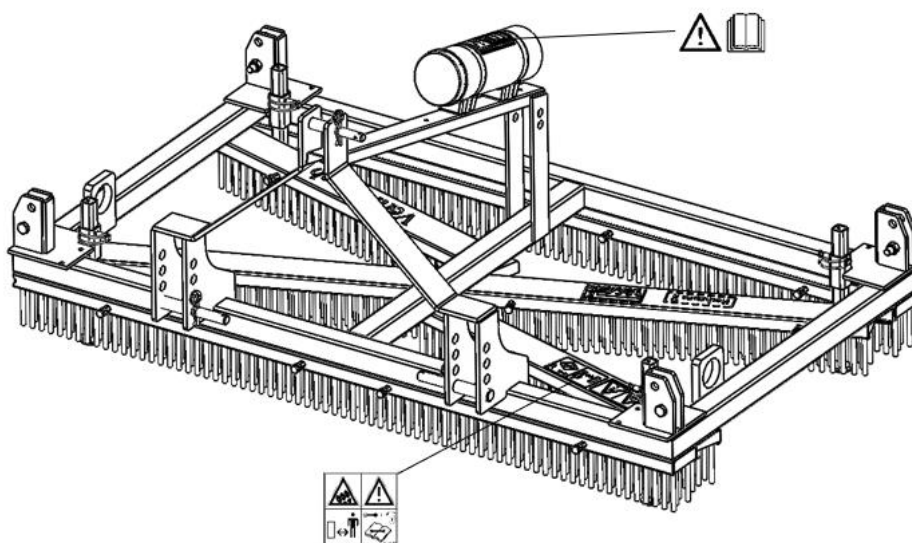

Abb. 5
Beidseitig der Verti-Comb (Abb. 5) befinden sich Sicherheitsaufkleber (Abb. 2, 3, 4) mit einem entsprechenden Warnhinweis. Diese Sicherheitsaufkleber müssen jederzeit gut sichtbar und lesbar sein und sind, sollten sie beschädigt sein, unverzüglich zu ersetzen.
- (7) Position der Sicherheitsaufkleber (Abb. 5)